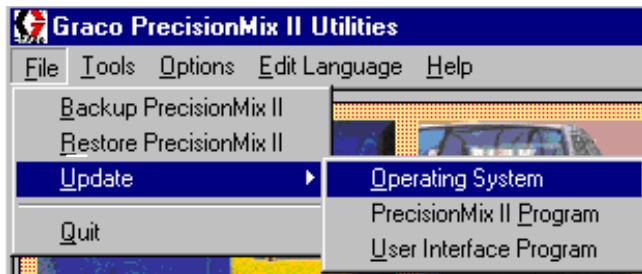

Fig. 13.19
1. Select File ► Update ► Operating System. See Fig. 13.19.